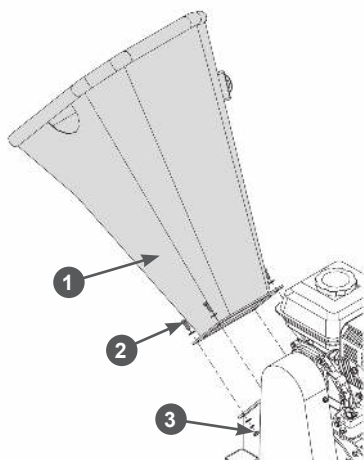

Рис. 8 Установка загрузочной воронки
- Установите загрузочную воронку на фланец корпуса измельчителя и закрепите её с помощью болтов, шайб и гаек (Рис. 8). После этого соедините разъёмы цепи аварийного выключателя зажигания (разъём проводов от выключателя на загрузочной воронке и разъём проводов от двигателя).